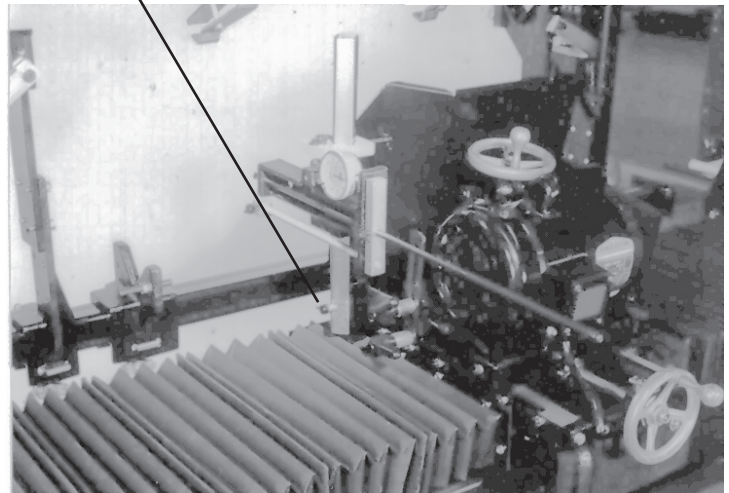

Fig. 40
Opspændingen monteres i forreste venstre hjørne af slibehovedenheden som vist i fig. 40.
A. Monter måleenheden på plads forrest i venstre side af slibehovedenheden. Måleenheden kan anbringes på rullestiften på slibehovedets glidebase. Dette vil rette T-grebet ind med gevindhullet i støbningen og gøre installationen nem. Se fig. 40.